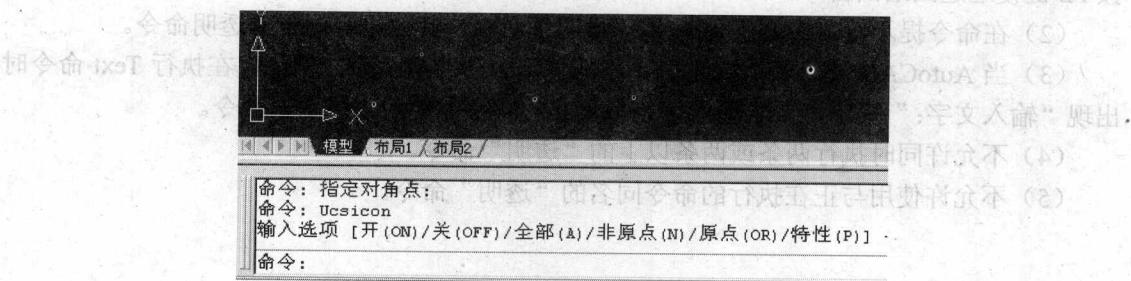

图 1-10 显示 UCS 图标
(2) 执行 Ucsicon 命令，重新显示 UCS 图标，如图 1-10 所示。